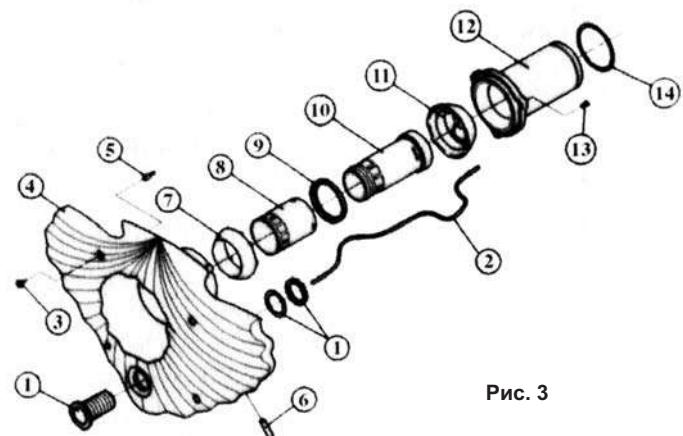

Рис. 3
Фронтальная часть поставляется в сборке, включая детали №1-14 (рис.3). Прозрачная трубка также уже вставлена в нишу (рис.5).
- вставьте трубу (№2) в болт кнопочного выключателя (№1, рис.3).